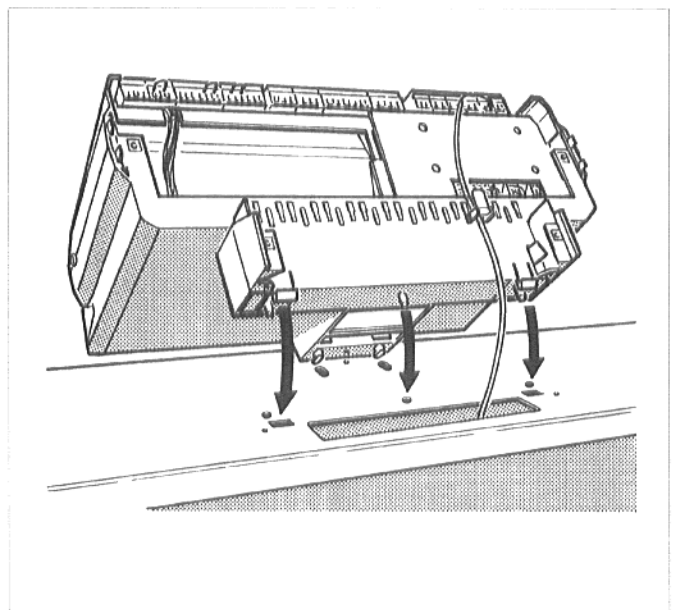

Afb. 8
- Bij de keteltypen 12-64: De twee bevestigingschroeven uit de achterste ketelbovenplaat (Afb. 8) draaien. De achterste ketelbovenplaat verwijderen.
- De beide schroeven van de afdekkap van de klemmenstrook aan het regeltoestel (Afb. 8) eruit draaien. De afdekkap van de klemmenstrook verwijderen.
- Bij de keteltypen 12-64: De twee schroeven van de afdekking van de kabeldoorvoeropening (Afb. 8) eruit draaien. De afdekking verwijderen.